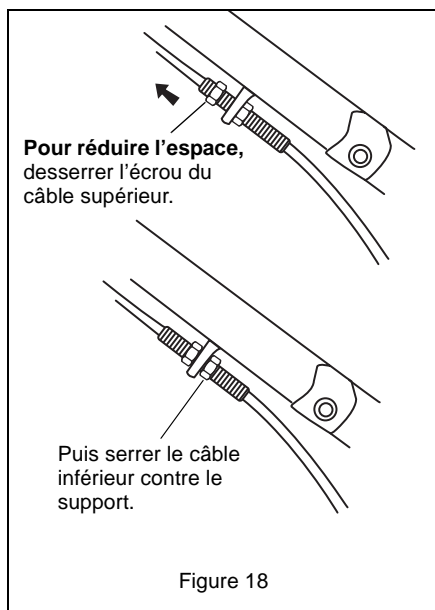

Figure 18
1. Desserrer l'écrou du câble supérieur sur le câble de commande d'entraînement des roues puis serrer l'écrou du câble inférieur contre le support du régleur. Voir Figure 18.